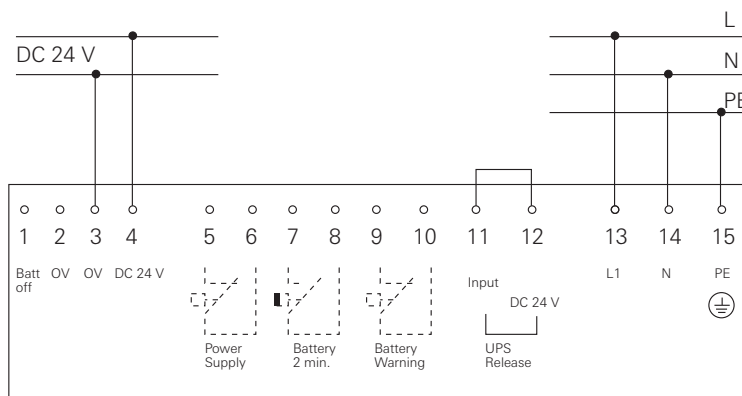

Bild 3.20: Anschlüsse des Netzgleichrichters mit USV
- Netzgleichrichter gemäß Anschlussplan anschließen (siehe Bild 3.20).